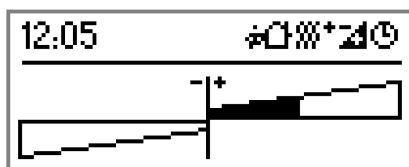

Bild 58: Beispiel einer 2-Bereichs-Anzeige mit Basis-Sollwertverschiebung als Bargraph
- i** In der Anzeigefunktion "Sollwertverschiebung als Bargraph" (Bild 58) können keine ergänzenden Texte konfiguriert werden.
Der Tastsensor lässt es zu, bei relativer Sollwertvorgabe die Solltemperatur des Raumtemperaturreglers innerhalb festgelegter Grenzen stufenweise zu verschieben. Diese Sollwertverschiebung kann entweder über die Displaytasten (siehe Seite 17-18) oder durch Reglernebenstellen in positive (+) wie auch in negative (-) Richtung ausgeführt werden. Ob eine Basis-Sollwertverschiebung stattgefunden hat (die Verschiebung also ungleich "0" ist), wird bei der 2-Bereichs-Anzeige in der Statuszeile durch das Symbol **Z** signalisiert. Optional kann die Sollwertverschiebung auf dem Display in Form eines Bargraphen angezeigt werden (Bild 58). Dabei belegt der Bargraph die gesamte Menüfläche, so dass andere Anzeigefunktionen in diesem Anzeigebereich nicht mehr dargestellt werden können. Sofern die "Sollwertverschiebung als Bargraph" konfiguriert ist, wird im Menü "Sollwertverschiebung" (Bedienung der Displaytasten) anstelle eines Temperaturwerts die Verschiebung in Form des Bargraphen angezeigt.